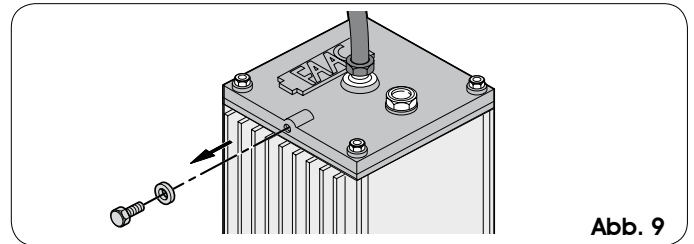

Abb. 9
- 3) Die Entlüftungsschraube (Abb. 9) abnehmen und aufbewahren.
- 1) Sicherstellen, dass die Entlüftungsschraube entfernt wurde (Abb. 9).
4. Die Entlüftungsschraube auf das Aggregat aufschrauben (Abb. 9).
11. Die Entlüftungsschraube vom Aggregat abnehmen (Abb. 9) und die Vorgänge für die Entlüftung entsprechend den Angaben in Abschnitt 8.2 ausführen.